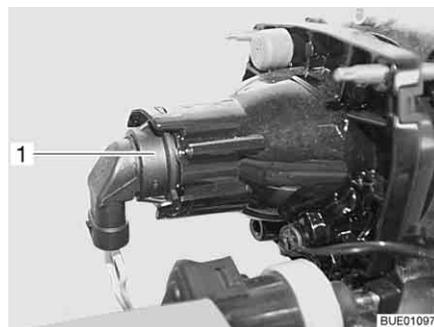

Fig. 273 Faro anabbagliante/abbagliante/luce di posizione
- Afferrare dietro il supporto lampada (Fig. 273,1).